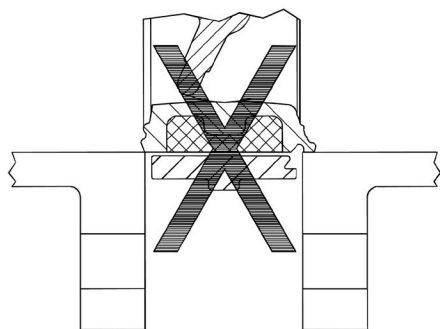

fig. 1
- Die Absperrklappe nie zwischen Flansche pressen, die nicht weit genug voneinander entfernt sind und den freien Einsatz verhindern; die Dichtigkeitsbereiche an den Flanschen können dabei unwiderruflich beschädigt werden (Abb. 1).